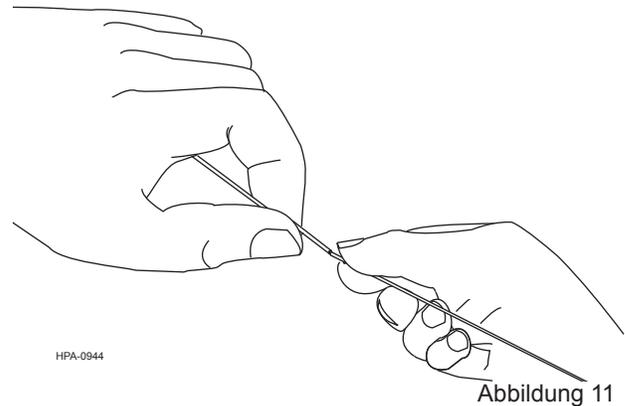

Abbildung 11
Schritt 3: Aderhülle an der Einritzung manuell abbrechen und das abgetrennte Stück der Aderhülle vorsichtig von den Fasern abziehen (Abbildung 11).